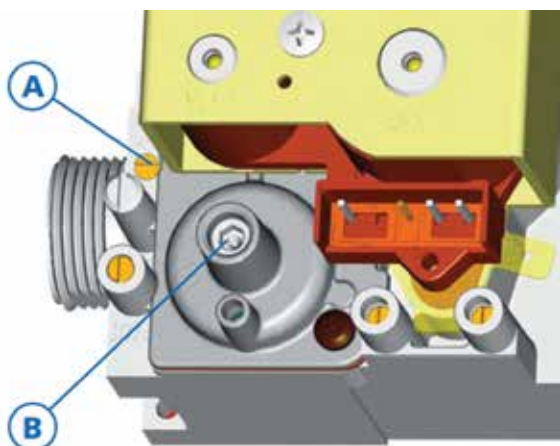

Fig. 1
- Qualora questo valore non corrisponde a quello corretto riportato nella tabella, è necessario regolare la vite **[A]** (Fig. 1) per ottenere il valore indicato.
- Una volta regolato il valore di CO₂ alla potenza massima premere il tasto  di  senza essere usciti dalla modalità spazzacamino. La caldaia si porterà alla potenza minima (verrà visualizzata sul display la scritta "St L"). Rilevare il valore di CO₂. Se questo valore non corrisponde a quello corretto, è necessario regolare la vite a brugola **[B]** (Fig. 1) per ottenere il valore indicato.